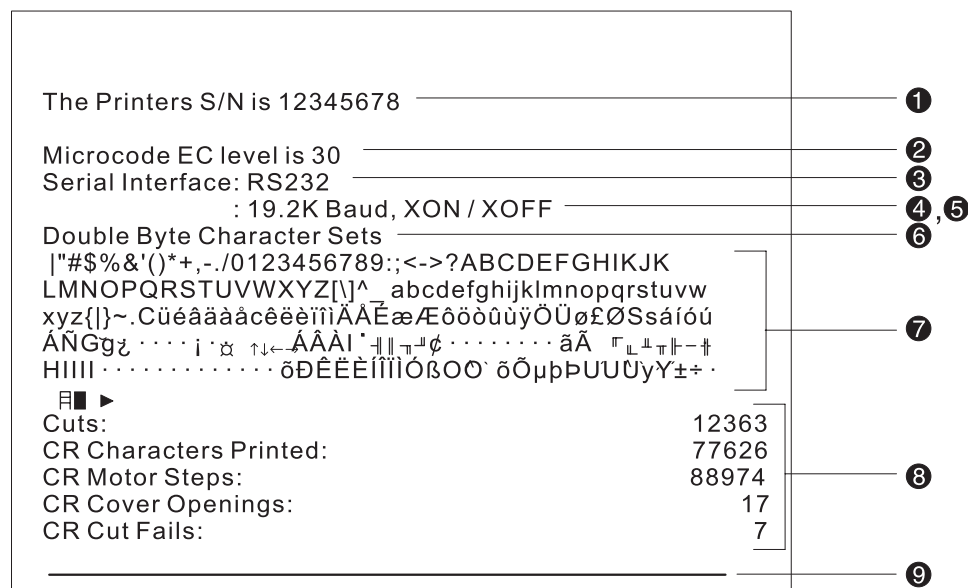

图 30. 脱机打印机测试方式 (型号 TF7 和 TM7)
5. 请参阅第 65 页的图 30 并根据所使用的型号及配置，检查打印机是否正常打印：
如果您所打印的测试方式中未能打印出在第 65 页的图 30 中出现的任何字符，或者未能打印出实线，请参阅第 66 页的表 5。